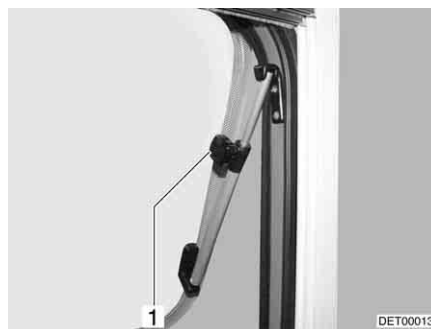

Fig. 92 Lanterneau avec bras pivotants, ouvert
- Ouvrir le lanterneau jusqu'à la position voulue et le bloquer avec la molette (Fig. 92,1).
- Tourner la molette (Fig. 92,1) jusqu'à ce que le dispositif de blocage soit libéré.